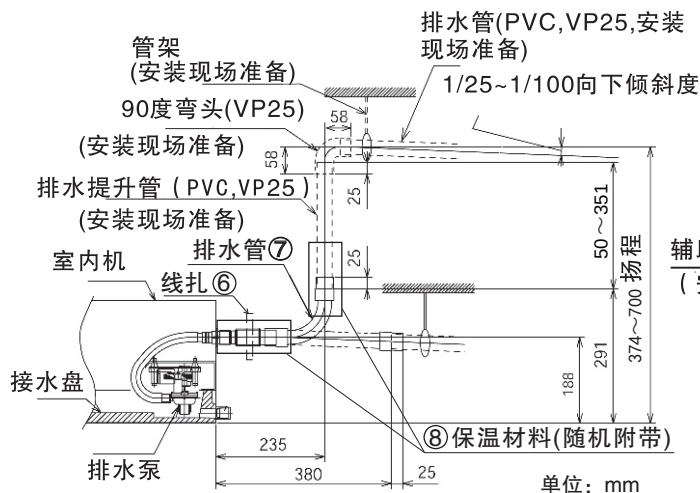

图9-1
- (1)排水管的连接位置见图9-1、9-2。
- (2)准备外径为32mm的聚氯乙烯管。
- (3)用粘合剂和工厂提供的卡箍③固定聚氯乙烯管到排水管上,排水管向下倾斜度为 1/25~1/100。
- (4)接好排水管后需裹保温材料⑧。